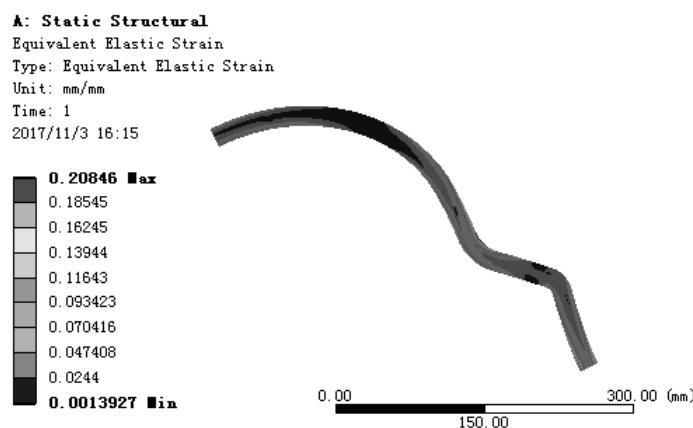

图 7.5.54 应变结果图解
(4) 查看应变结果图解。在“Outline”窗口中选中 Equivalent Elastic Strain，查看图 7.5.54 所示的应变结果，其最小应变为 0.0013927 mm/mm，最大应变为 0.20846 mm/mm。